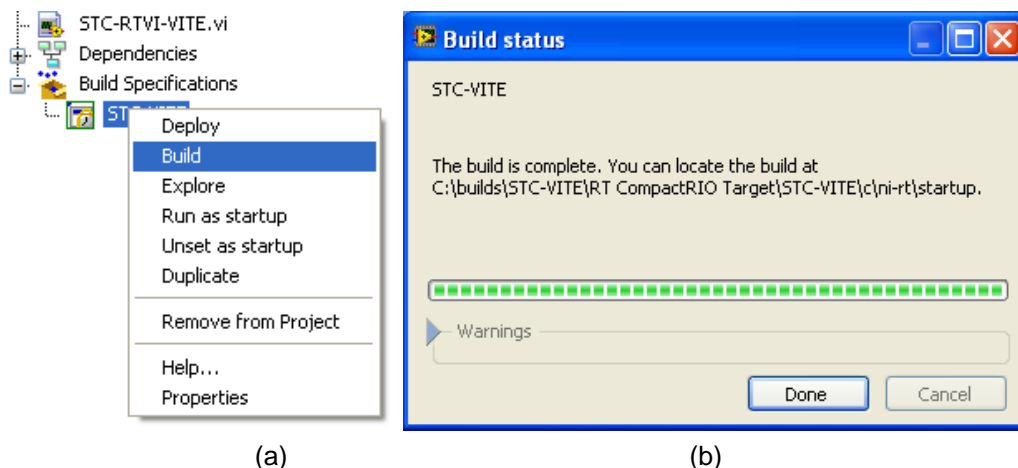

Figura A.5 (a) Opción *Build* y (b) ventana *Build Status*.
- 1 En el árbol del proyecto dar clic derecho en *STC-VITE* de la sección *Build Specifications* y seleccionar la opción *Build*. A continuación aparece la ventana *Build Status* mostrando el progreso de construcción del programa que se instalará en el CompactRIO, como se observa en la Figura A.5. Una vez completado, se presiona el botón *Done*.